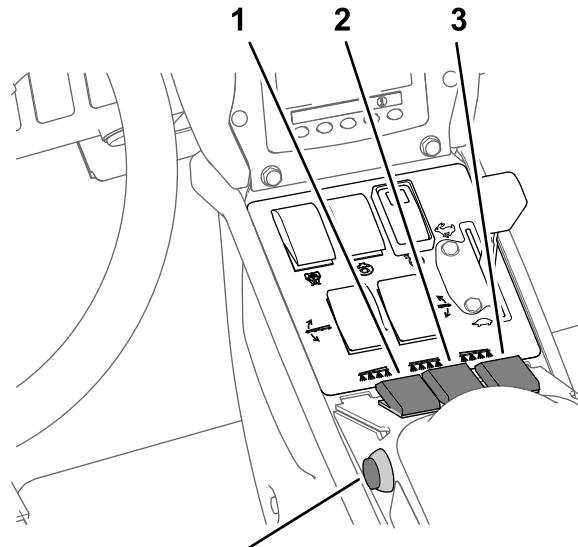

图 36
7. 将打药机喷洒臂段开关设定至开启位置 图 36。
10. 以所需速度行驶然后将主喷洒臂段开关设定至开启位置开始喷洒 图 36。
3. 将主喷洒臂开关设定至关闭位置请参阅 以喷洒率模式喷洒 \(页码 28\) 中的图 36。
7. 需要时将单个喷洒臂段开关设定至开启位置请参阅 以喷洒率模式喷洒 \(页码 28\) 中的图 36。
9. 以所需速度行驶然后将主喷洒臂段开关设定至开启位置开始喷洒请参阅 以喷洒率模式喷洒 \(页码 28\) 中的图 36。